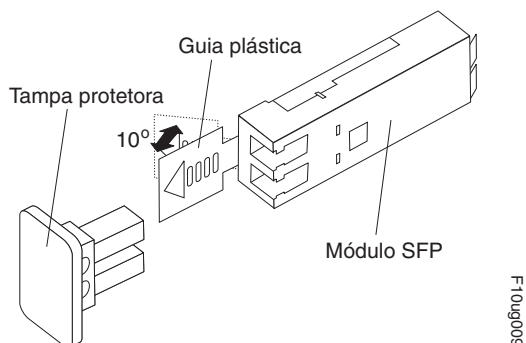

Figura 108. Destravando a Trava do Módulo SFP - Variedade Plástica
- Para módulos SFP que contêm guias de plástico, destrave a trava do módulo SFP puxando a guia de plástico 10° para fora, conforme mostrado na Figura 108.